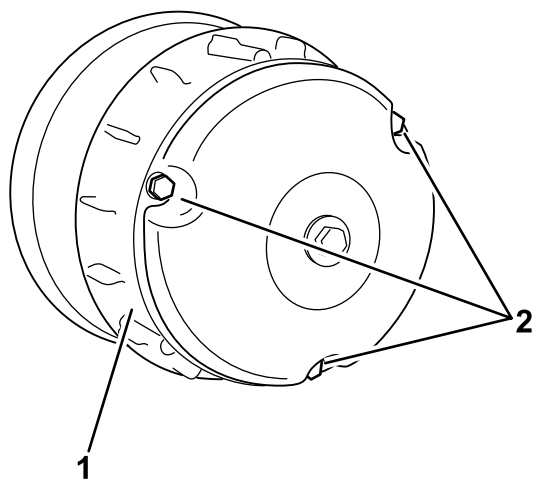

图 61
2. 拧掉将离合器盖固定到离合器的 3 个螺栓取下盖子图 61。
4. 安装离合器盖使用在 2 中卸下的 3 个螺栓图 61 固定。